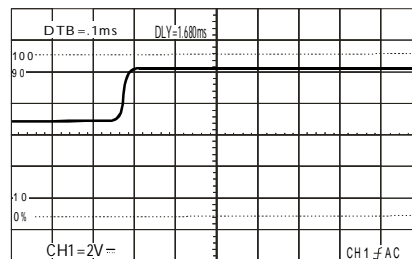

图5-10 Delay 模式
- 5.只有按了 MAIN/ALT/DELAY 钮，才可设定到 DEALY 模式，测量放大的波形。放大的波形如图 5-10 所示。